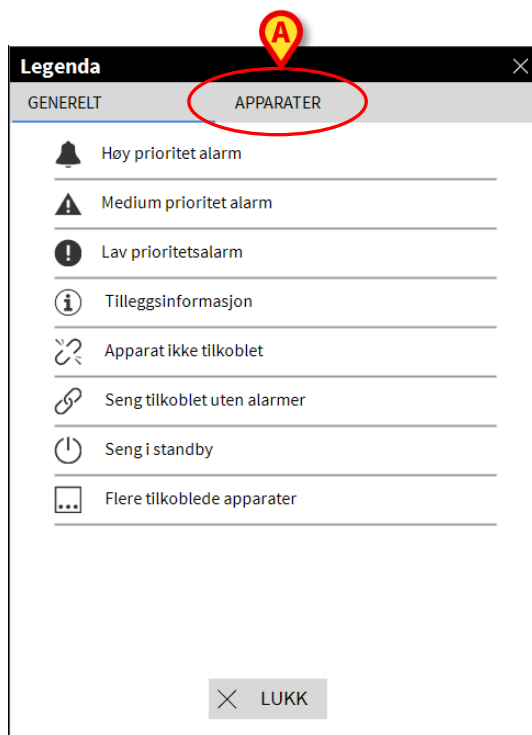

Fig. 62
Følgende vindu vises (Fig. 62).
Vinduet lister opp “Generelle”-ikoner som kan dukke opp i ulike kontekster. En annen ikonliste, som angir tilkoblede apparater, kan vises ved å klikke på “APPARATER”-knappen angitt på Fig. 62 **A**.
- Klikk på **Apparat**-knappen angitt på Fig. 62 **A**.